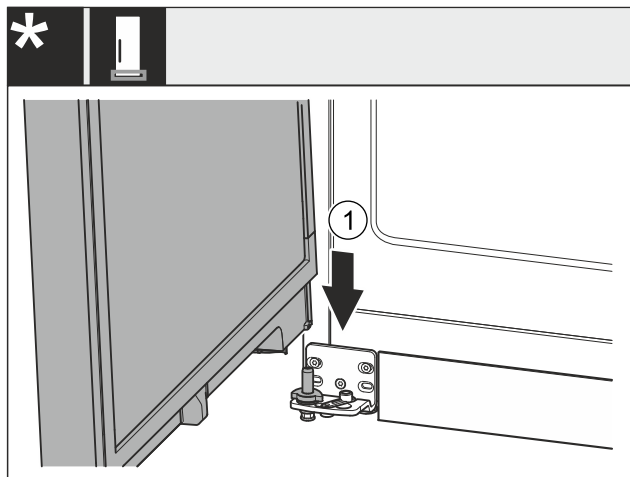

Fig. 43 *
- Coloque la puerta en el perno del cojinete Fig. 43 (1) inferior desde arriba.*